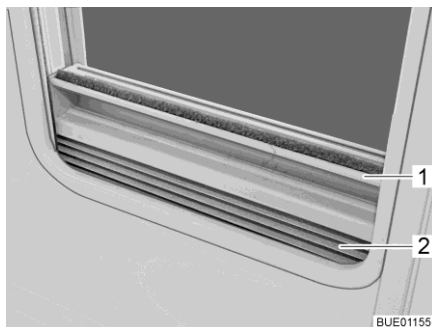

Bild 52 Faltverdunklung
- Schließen:** ■ Die Faltverdunklung (Bild 52,2) in der Mitte der Griffleiste (Bild 52,1) fassen, von unten nach oben ziehen und auf der gewünschten Höhe loslassen. Die Faltverdunklung bleibt in dieser Höhe stehen.